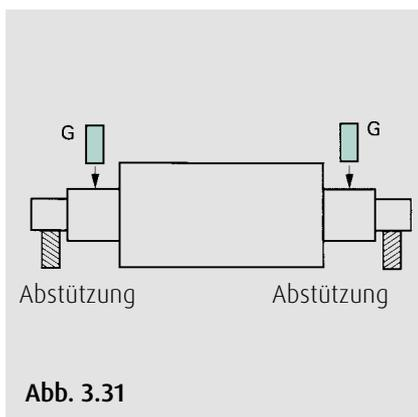

Abb. 3.31
2. Danach den Walzenzapfen schleifen. Auch hier Rundheit, Schlag und Zylindrizität prüfen (Abb. 3.31). Den Innenring so montieren, daß die Stelle mit dem maximalen Schlag